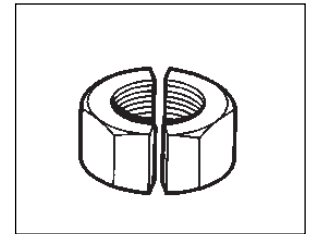

Figura 10, Fazendo Dois Cortes
12. Caso necessário, um segundo corte pode ser aplicado, a 180° do primeiro, cortando completamente a porca pela metade. Ver Figura 10.